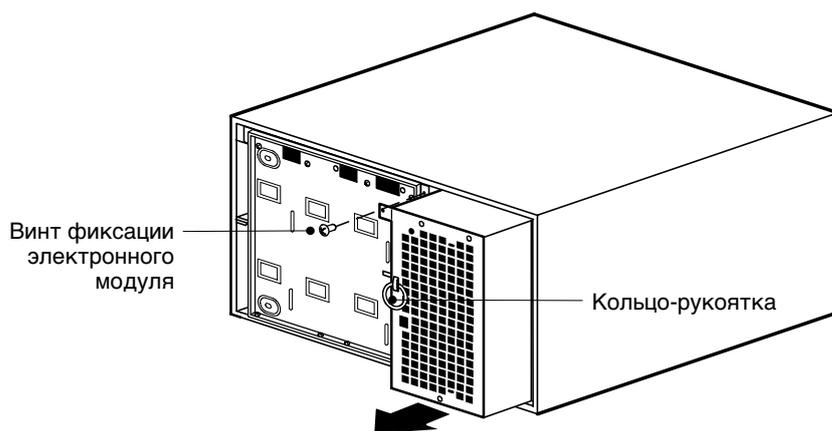

Рисунок 21. Снятие электронного модуля
10. Снимите электронный модуль и отложите его в сторону (см. Рисунок 21):
17. Установите на место винт фиксации электронного модуля (см. Рисунок 21 на странице 23).